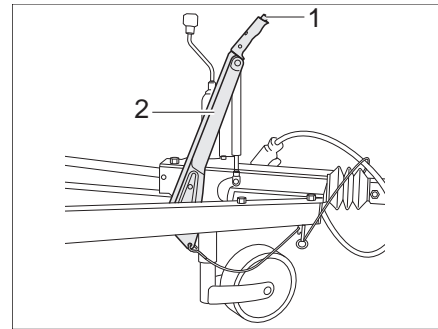

Bild 13 Alternative: Feststellbremse
- Zum Lösen auf den Sicherungsknopf (Bild 13,1) drücken und den Bremshebel (Bild 13,2) absenken.